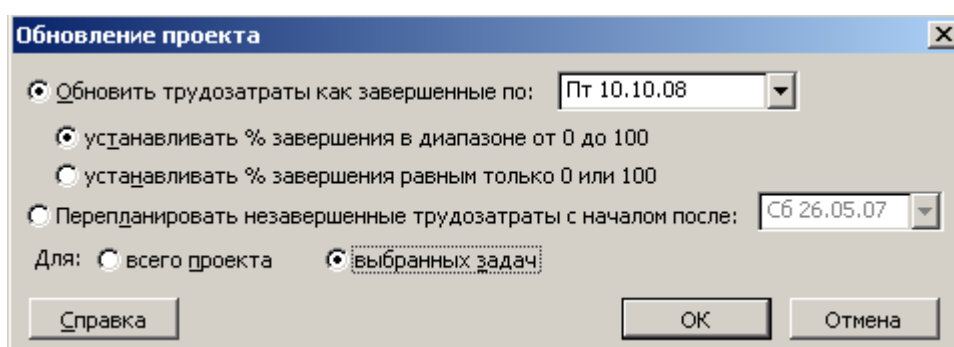

Рис. 47. Диалог (Обновление проекта)
- Убедитесь, что установлен переключатель (Обновить трудозатраты как завершенные по:), и в открывающемся списке справа от него, на календаре, выберите дату окончания этих работ – **9 октября 2008 года**. Установите переключатель (выбранных задач) (рис. 47).